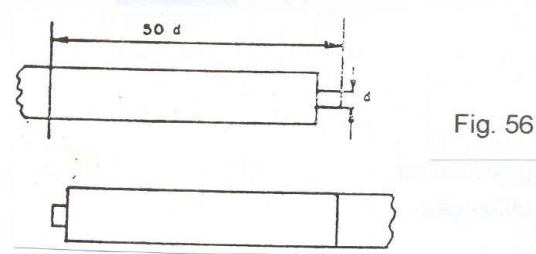

Fig. 56
- a) Marque com um canivete, sobre o extremo a emendar, uma distância aproximadamente de 50 vezes o diâmetro (d) desse condutor (fig. 56).